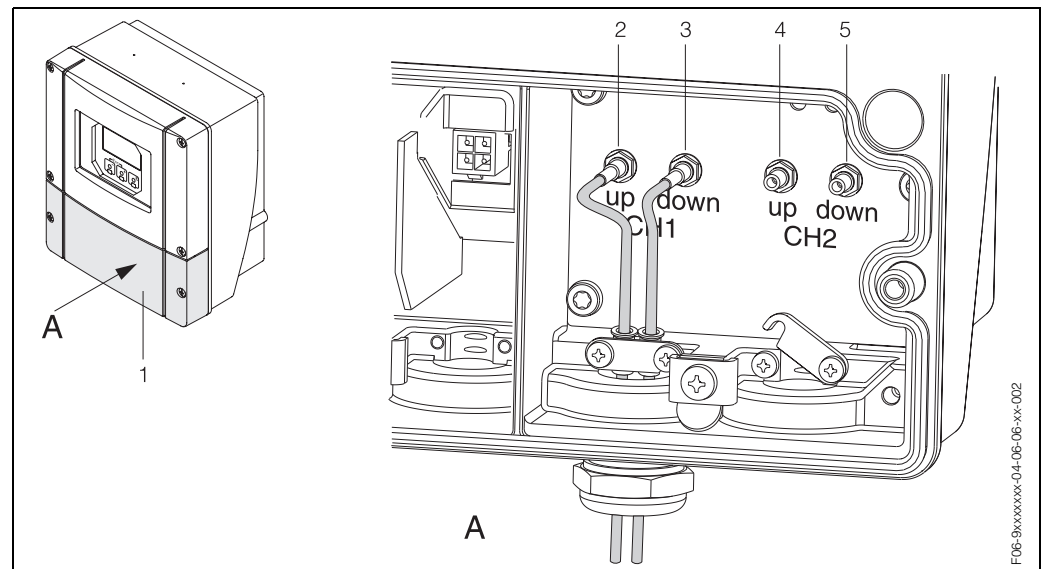

Abb. 17: Anschließen des Messsystems
1. Messumformer: Schrauben lösen und Deckel (1) vom Anschlussklemmenraum entfernen.
3. Spezialkabeleinführung, welche mit den Sensoren mitgeliefert wird, demontieren. Beide Sensorverbindungskabel durch den Deckel (6) der Kabelverschraubung in den Anschlussklemmenraum führen.
4. Die Kabelfesthaltehülsen (9) der beiden Sensorkabel exakt nebeneinander platzieren (Detail B). Erdkontaktklemmen (10) hinunterdrehen und festschrauben. Dadurch wird eine einwandfreie Erdung gewährleistet.
5. Die Gummidichtung (7) mit einem geeigneten Werkzeug, z.B. einem großen Schraubendreher, entlang der seitlich geschlitzten Löcher so spreizen, dass beide Sensorkabel eingeklemmt werden können. Gummidichtung in die Kabelverschraubungshalterung (8) hochschieben. Deckel der Kabelverschraubung (6) dicht verschließen.
6. Sensorkabelstecker (11) messumformerseitig analog der in Abb. 17 dargestellten Anordnung einstecken.
7. Messumformer: Deckel (1) auf den Anschlussklemmenraum festschrauben.